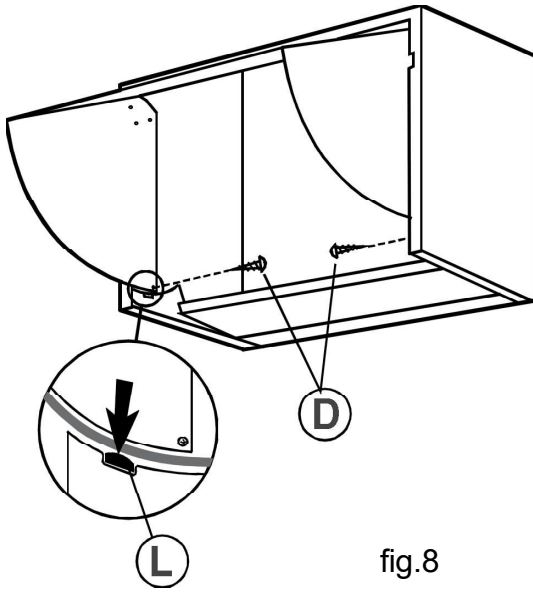

fig.8
3. Retrait du auvent : ouvrez le auvent en le tirant vers vous, en opérant depuis l'intérieur de l'appareil, retirez les deux vis D comme indiqué Fig.8. Maintenez la languette L abaissée et sortez le auvent des guides.